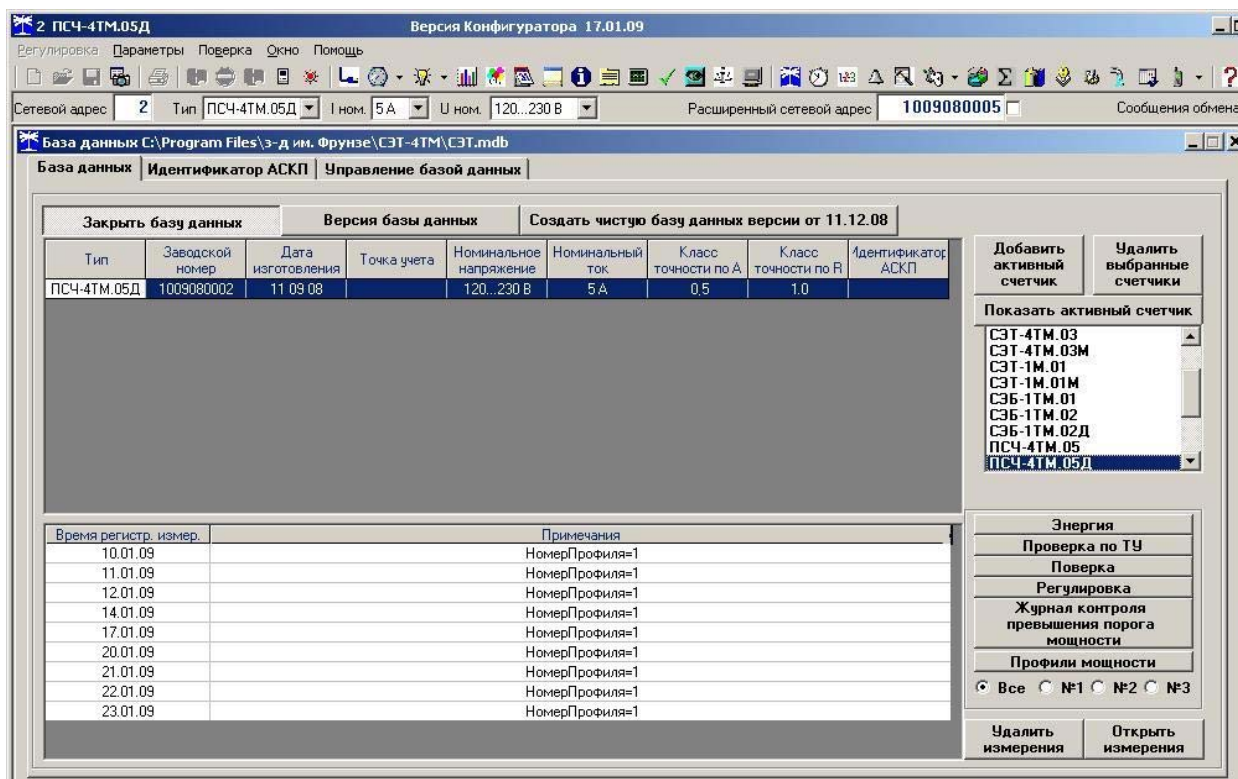

Рисунок 16 – Форма «База данных»
14.18 Для визуализации сохраненного в базе массива профиля мощности нужно нажать кнопку «Открыть базу данных» и, по запросу конфигулятора, указать путь к требуемой базе. В окне формы появится список счетчиков, параметры которых сохранялись в базе. Выделить интересующий счетчик из перечня, установить флаг «Профиль мощности №1» и нажать кнопку «Профиль мощности». При этом будет производиться чтение всех записей базы, относящихся к выделенному счетчику, а в окне «Время регистрации измерения» будет отображаться список дней сохранения информации в базе (рисунок 16). Выделить интересующий день или группу дней левой кнопкой манипулятора «мышь» и нажать кнопку «Открыть измерения». При этом откроется форма «Профиль мощности», в которой отображается информация, прочитанная из базы, аналогично описанному в п.п. 14.7, 14.10.